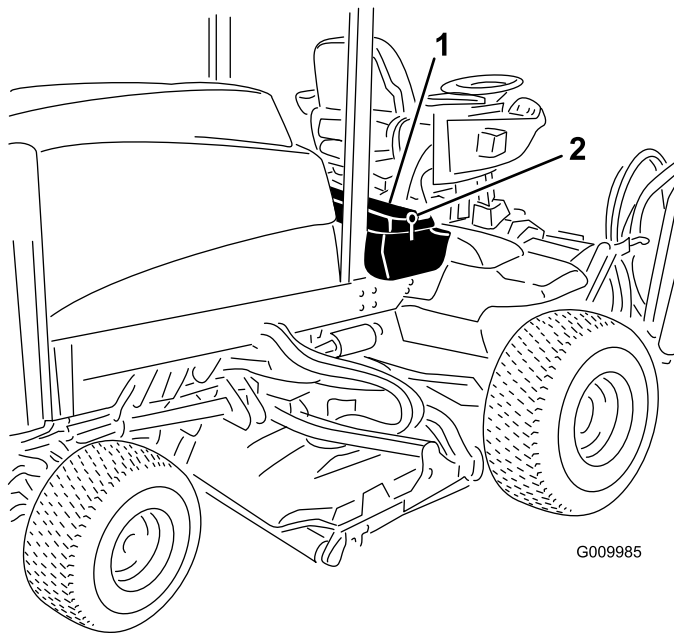
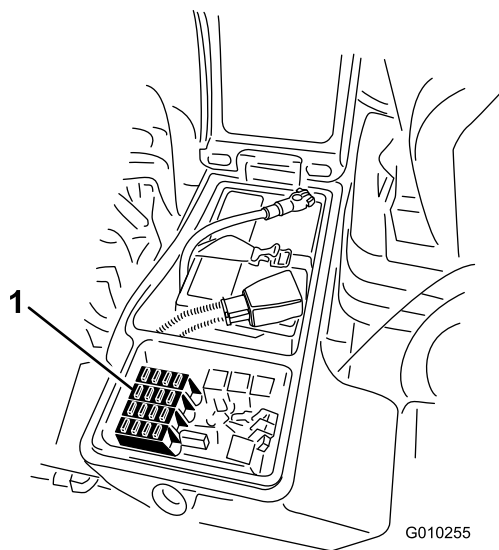

図 47
図 48
- 右側の物入れのカバーのラッチを外してベルトカバーを外し図 47、ヒューズブロックを露出させる図 48。
- 必要に応じてヒューズを交換する図 48。
3. 右側の物入れのカバーを閉じてラッチで固定する 図 47。